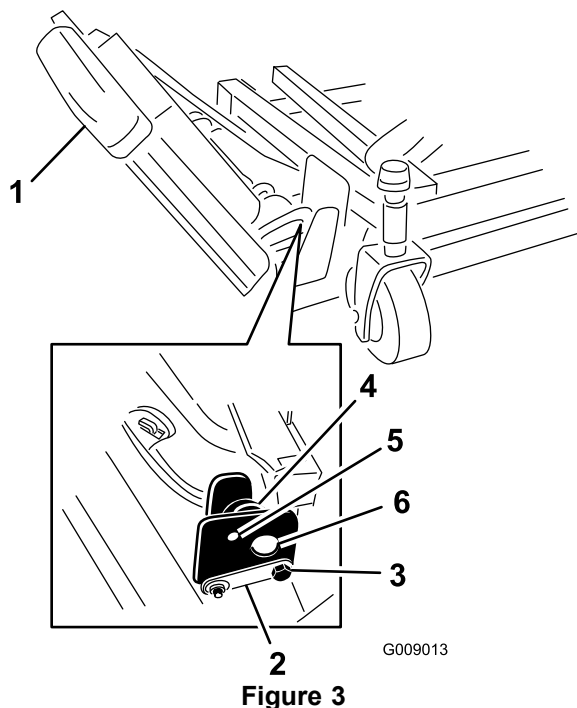

Figure 3
1. Retirez les écrous qui fixent les boulons d'arrêt avant et arrière aux supports de l'ailette droite du plateau avant (Figure 3).
2. Supportez l'ailette droite et retirez les boulons d'arrêt avant et arrière des supports du plateau (Figure 3). N'enlevez pas les excentrique situés entre les supports du plateau.